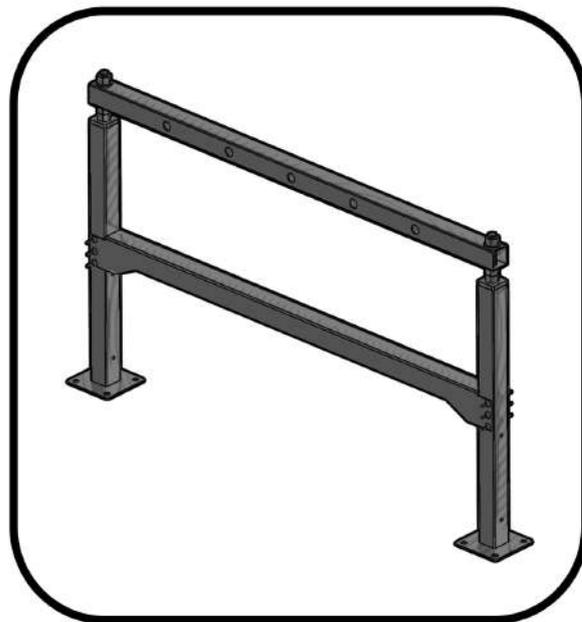

FIG. 11
- 3.2** Con l'ausilio di una bolla verificare che la traversa (fig. 11) sia perfettamente in piano, nel caso non risulti in piano per un difetto del pavimento procedere con microregolazioni della barra filettata fino a quando non risulta perfettamente in bolla.